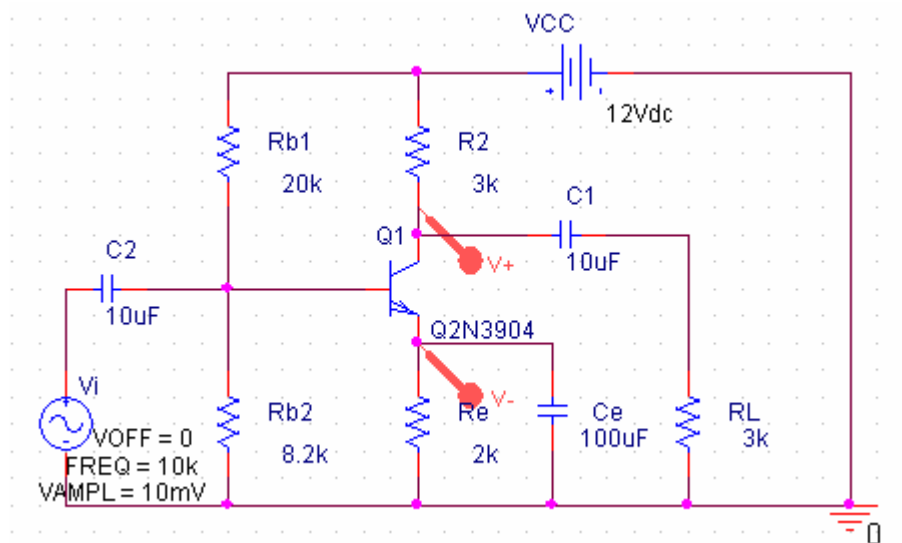

图 7.1 参考电路图
- 设置合适的元件和信号源参数, 终完成的电路图如下图 7.1 所示: